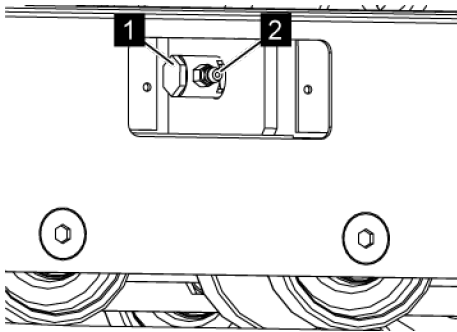
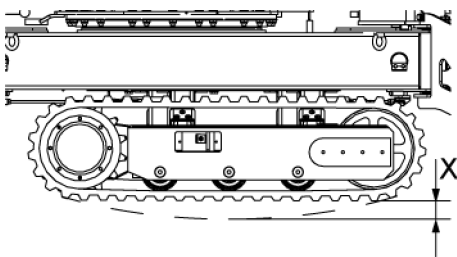

Abb. 214: Schiebekupplung drehen
Abb. 215: Durchhang X
5. Die Schiebekupplung (Abb. 214/1) um 180° im Uhrzeigersinn drehen, bis der Schmiernippel (Abb. 214/2) nach außen zeigt.
6. Mittels einer Fettpresse am Schmiernippel (Abb. 214/2) so viel Mehrzweckfett (Art.-Nr. 3917/0095) hineinpresse, bis die Kette einen Durchhang (Abb. 215/X) von 10–15 mm hat.
7. Sicherstellen, dass kein Fett am Schmiernippel (Abb. 214/2) austritt.